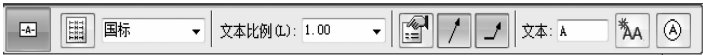

图 9-45 “基准框”命令条
(4) 创建基准框。单击【主页】选项卡【注释】区域中的命令，系统弹出【基准框】命令条，如图 9-45 所示。